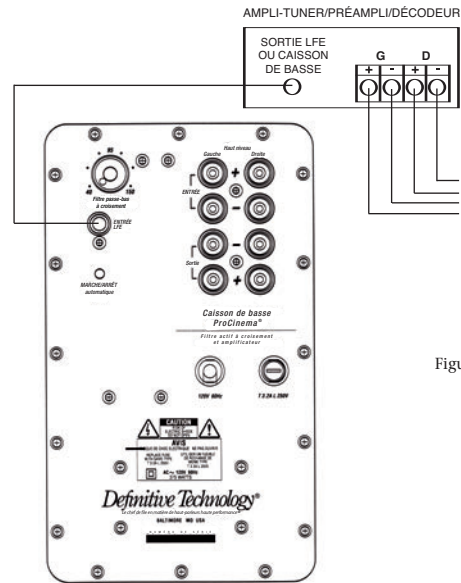

Figure 3
6. Reliez un câble RCA simple à la prise « SUB OUT » de votre ampli et à l'entrée LFE du caisson de basse (non fourni). [Figure 3] Cette méthode de raccordement contourne le filtre passe-bas à croisement interne du caisson de basse et utilise le filtre de votre récepteur.